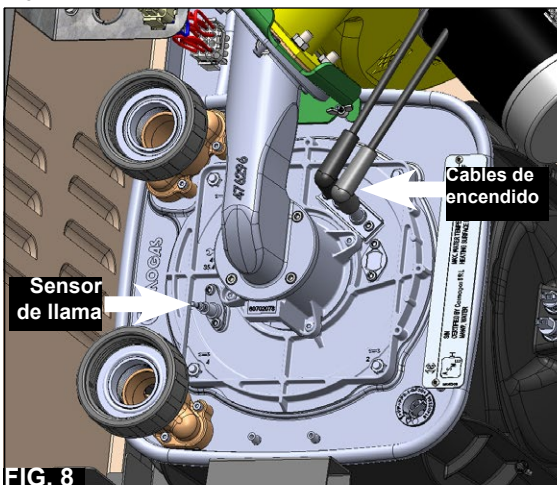

FIG. 8
7. Desconecte los cables de encendido y el cable del sensor de llama del conjunto del colector con quemador. Consulte la Fig. 8.